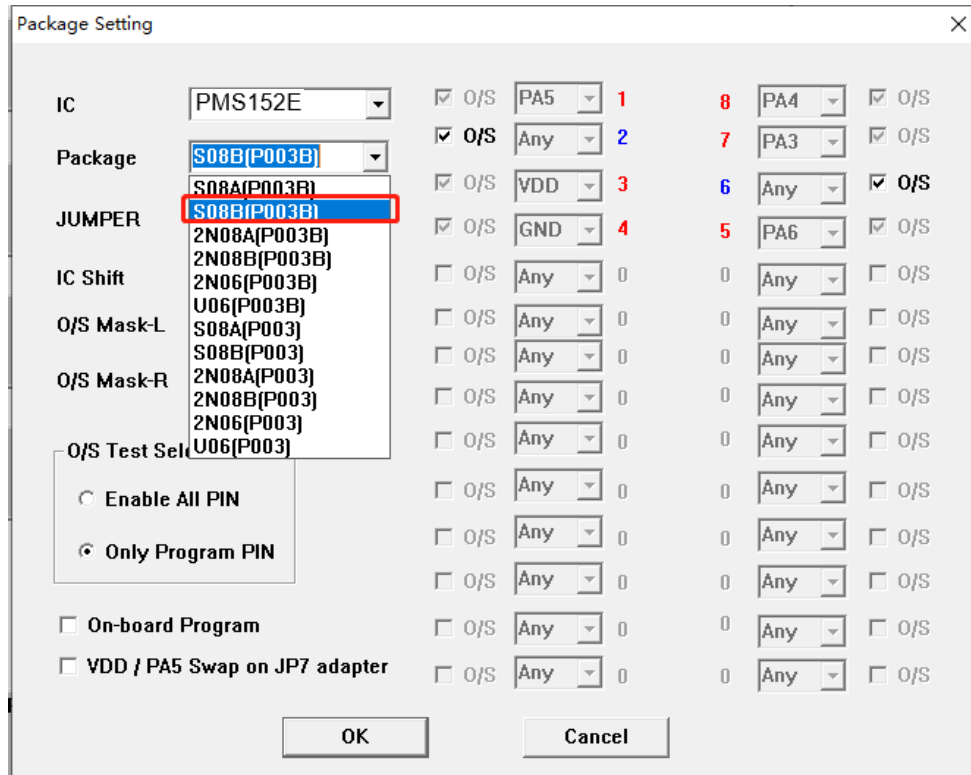

图 28: PMS152E-S08B 在 P003B 转档配置
- 使用 5S-P-003B 烧录 PMS152E 时，只有 S08A 封装是烧录器背面 jumper 插 JP2 位置，正面烧录插座往下空移 4 格，即可烧录。而其他封装都需要转档，使用 Jumper7 跳线。接下来以 PMS152E-S08B 的烧录为例，其他封装需对应修改“package setting”界面和 Jumper7 跳线方法即可。封装设置如图 28 所示：